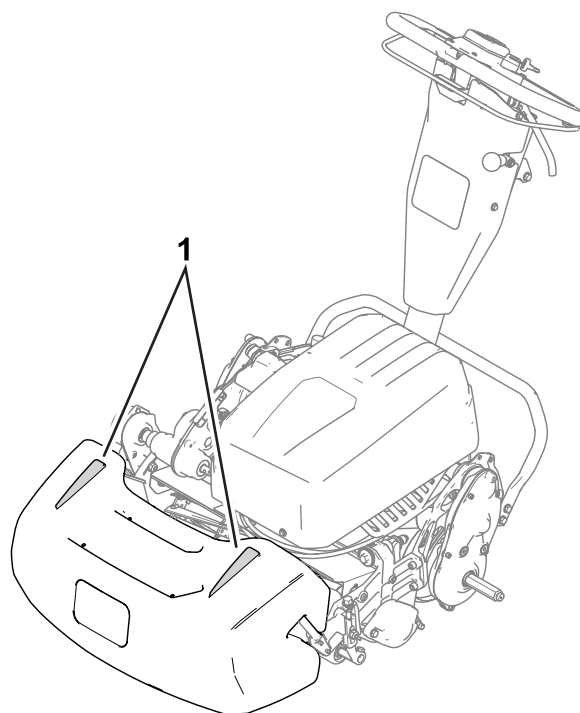

Figure 20
- Pour vous aider à travailler en ligne droite en travers du green et à maintenir la machine à égale distance du bord de la passe précédente, servez-vous des bandes d'alignement sur le dessus du bac à herbe (Figure 20).